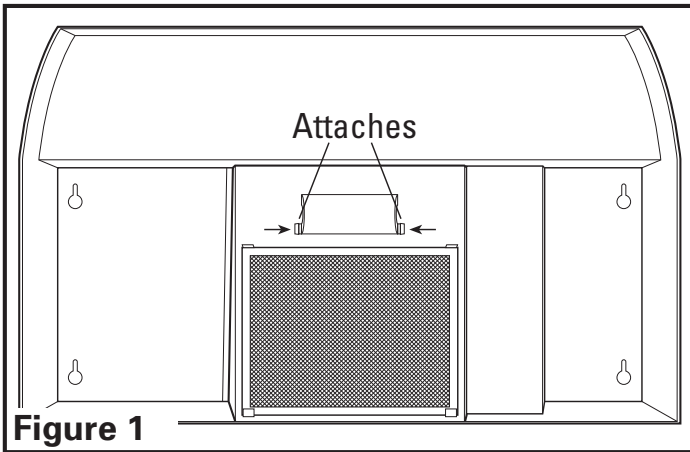

Figure 1
- Enlever le couvercle de lampe en pressant les deux onglets ensemble (**Figure 1**).